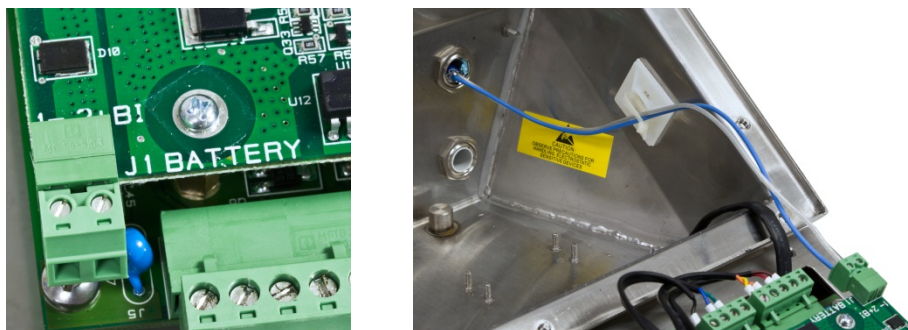

Figure 3-32 : Installation du connecteur du bloc de batteries PAB (à gauche) et du câble de batterie
10. Enfin, les deux câbles provenant du câble de connexion de la batterie NIMH se termineront sur les deux bornes du port J1-BATTERIE de l'IND560x-PAB (Figure 3-32). La couleur des câbles de chacune de ces connexions est répertoriée au Tableau 3-10. Fixez tous les câbles desserrés du bloc de batteries sur l'enceinte de l'IND560x comme à la Figure 3-32.